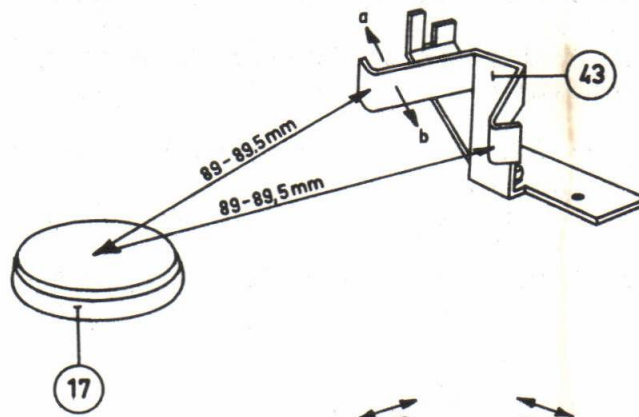

Fig. 27
- 1) De lippen aan de beugel 43 zodanig instellen (symmetrisch) dat de afstand : middelpunt draaitafel tot deze lippen 89 - 89,5 mm bedraagt (zie fig.27).